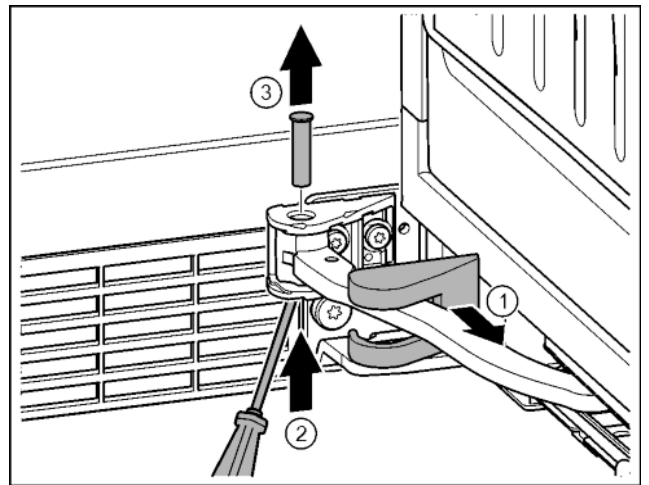

Fig. 16
- ▶ Снять крышку опорного кронштейна и переместить вдоль шарнира. Fig. 16 (1)
- ▶ Рукой или отверткой приподнять палец снизу. Fig. 16 (2)
- ▶ Вставить отвертку под головку пальца и вытащить его. Fig. 16 (3)